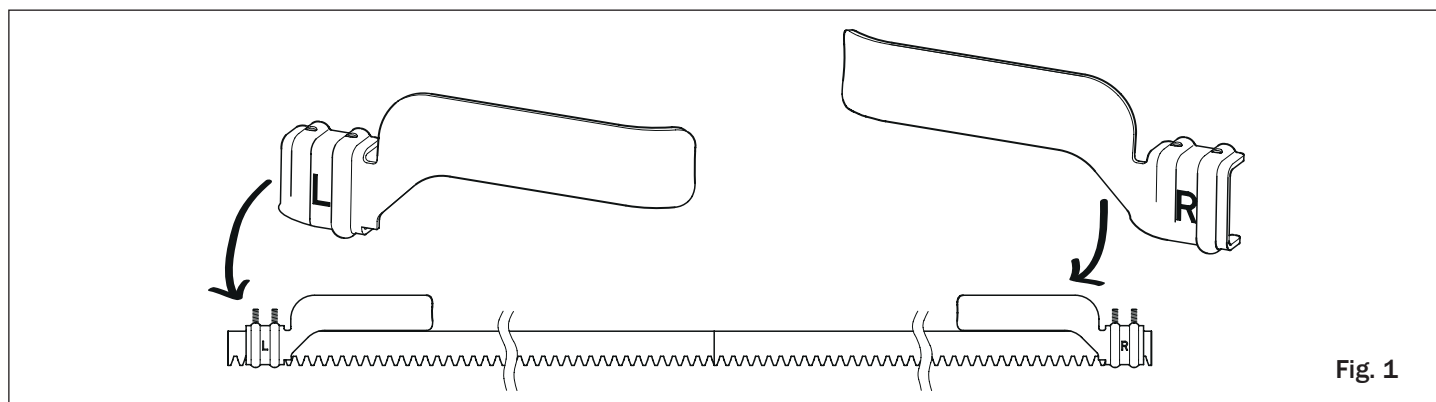

Fig. 1
- Para um alinhamento e passo correto entre duas peças de cremalheira, é recomendado o uso de um elemento de ligação na fase de fixação, conforme indicado na fig. 1.
- Se i finecorsa sono di tipo meccanico: R = DESTRO; L = SINISTRO (fig. 1).
- With mechanical limit switches: R = RIGHT; L = LEFT (fig. 1).
- Wenn die Endschalter mechanischer Art sind: R = RECHTS; L = LINKS (Abb. 1).
- Si les fins de course sont de type mécanique : R = DROIT ; L = GAUCHE (fig. 1).
- Si los finales de carrera son de tipo mecánico: R = DERECHO; L = IZQUIERDO (fig. 1).
- Se os fins de curso forem de tipo mecânico: R = DIREITO; L = ESQUERDO (fig. 1).